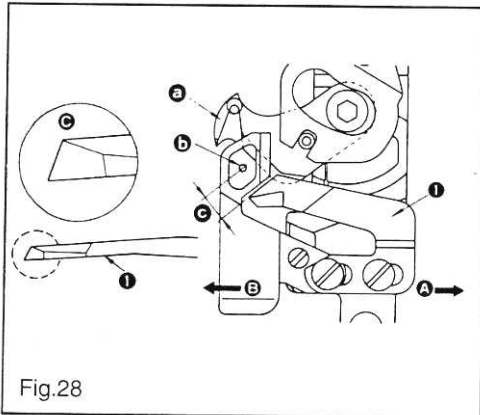

Fig.28
- 1) Dévisser la vis ① , et régler la hauteur de la barre de pression ou l'angle du pied presseur.
24. REGLAGE DU COUPEAU (Fig.28) (3900 AUT)